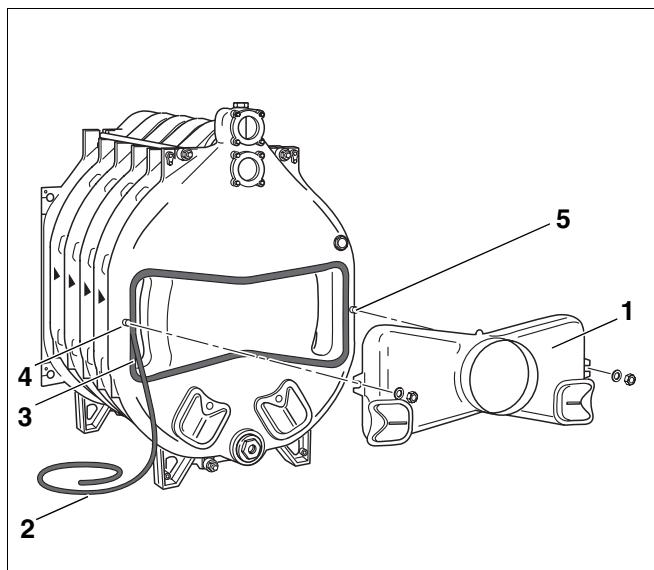

Рис. 24 Установка сборного коллектора дымовых газов
Для уплотнения соединения между котлом и сборным коллектором дымовых газов (рис. 24, поз. 1) используется КМ-шнур (рис. 24, поз. 2).
Уплотнительный шнур должен быть так расположжен в пазу, чтобы место стыка находилось на боковой части паза (рис. 24, поз. 3).
- Сборный коллектор дымовых газов надеть на обе шпильки, находящиеся на задней секции котла (рис. 24, поз. 4 и 5), установить шайбы и закрепить гайками.